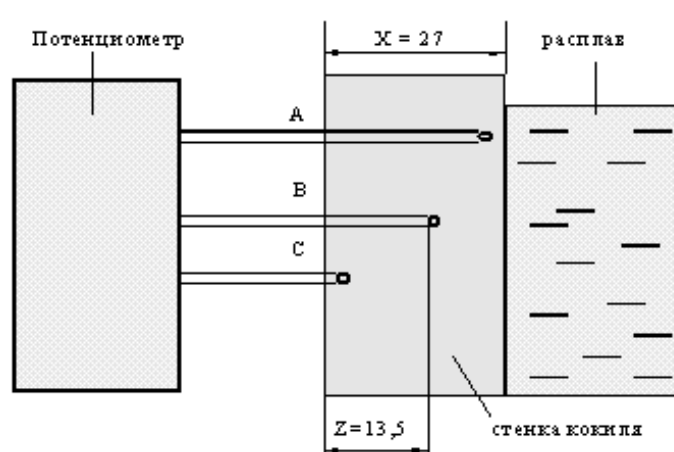

Рис. 2.2. Схема установки термопар.
3. Установить термомпары, как показано на рис. 2.2.